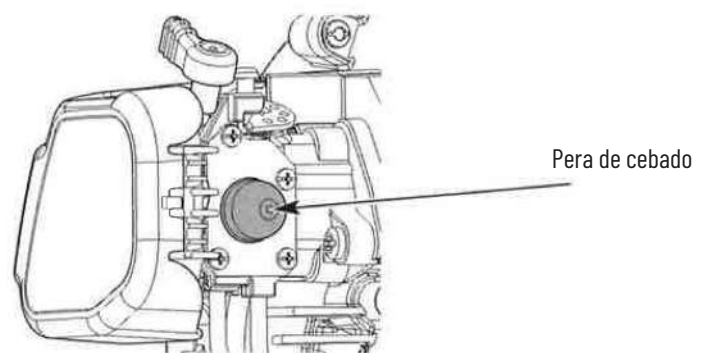

Fig. 5
3. Presione y suelte lentamente la pera de cebado 10 veces (Fig. 5). Si no se ve combustible en la pera de cebado, presiónela y suéltela hasta que se vea.